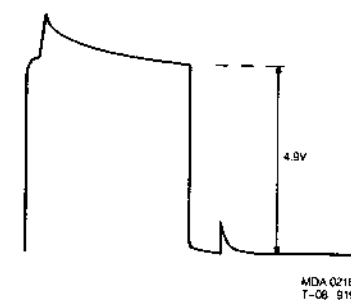

Fig. 1
- Adjust 3196 for a voltage of 4.9 V. See fig. 1.
- A l'aide de 3196, ajuster la tension à 4,9V. Voir fig.1.
- Regel met 3196 de spanning af op 4.9V. Zie fig. 1.
- Mit 3196 die Spannung auf 4,9 V regeln. Siehe Bild 1.